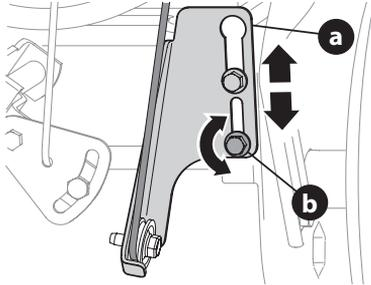

Figure 58
5. Desserrez le boulon inférieur (a) sur le support du câble de la commande d'entraînement (b). Voir Figure 58.